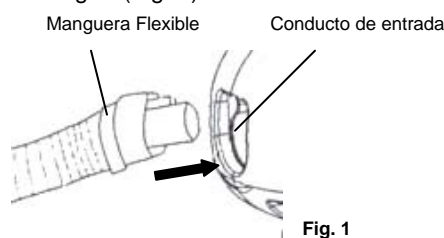

Fig. 1
1. Inserte la manguera flexible en la entrada de aire. Presione hasta escuchar un "clic" indicando que la manguera flexible se ha trabado en su lugar. (Fig. 1)